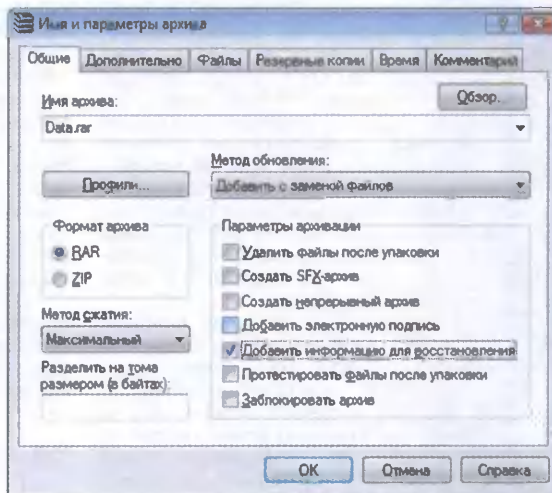
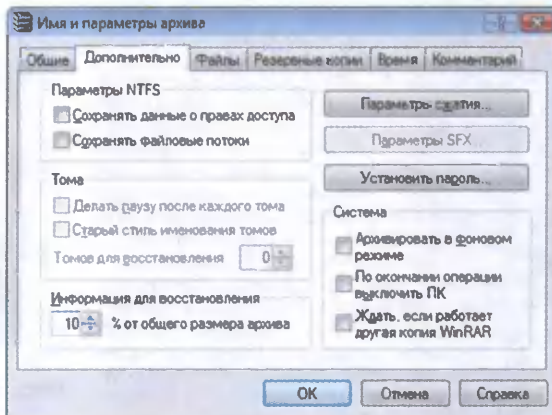

Рис. 3
Рис. 4
**Архиватор WinRAR**, помимо выполнения основных функций, способен исправлять ошибки в своих архивах. Внесение избыточности возможно на уровне всего архива (внутренняя коррекция) и на уровне его томов (фрагментов архива). Чтобы задействовать внутреннюю коррекцию ошибок, при создании архива необходимо на закладке "Общие" окна "Имя и параметры архива" отметить пункт "Добавить информацию для восстановления" (рис. 3), а в поле "Информация для восстановления" закладки "Дополнительно" того же окна ввести значение ее доли в общем объеме архива, например, 10% (рис. 4). Информация для восстановления будет записана в конце архива с использованием специального внутреннего заголовка.
Как и практически любой современный архиватор, WinRAR способен формировать архив в виде не только единого файла, но и множества файлов (томов) заданного размера. Кроме томов с заархивированной исходной информацией могут быть созданы "тома для восстановления", число которых задают на вкладке "Дополнительно" (см. рис. 4).